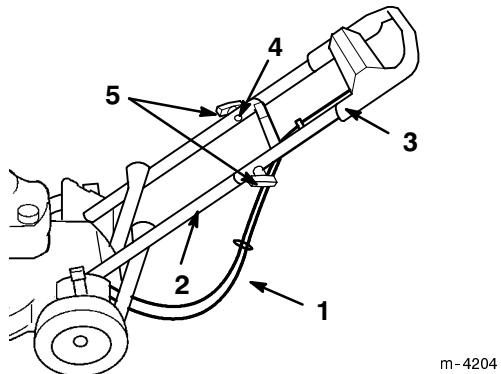

Figura 3
5. Asegúrese de dirigir los cables por debajo, y por detrás, de la sección inferior del manillar, tal como se indica en la Figura 3.